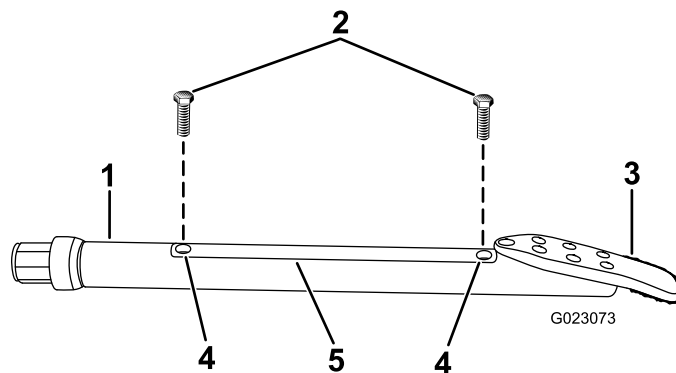

Рисунок 38
2. Ослабьте винты крепления крышки корпуса и снимите крышку (Рисунок 38)
4. Установите крышку корпуса и закрепите ее винтами (Рисунок 38).